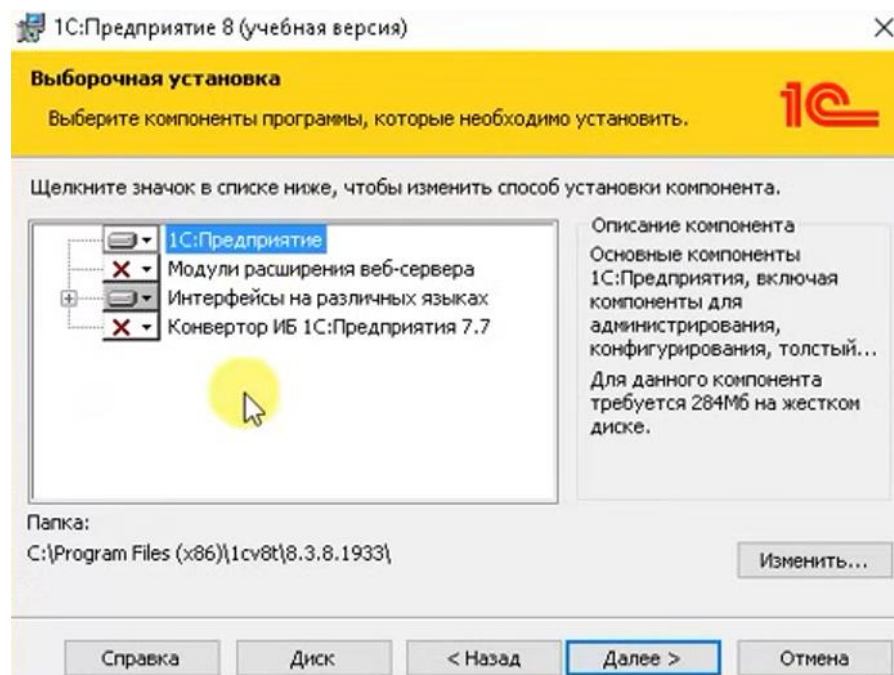

Рисунок 2 – Выборочная установка
4. Нажмите «Далее» (смотреть рисунок 2).